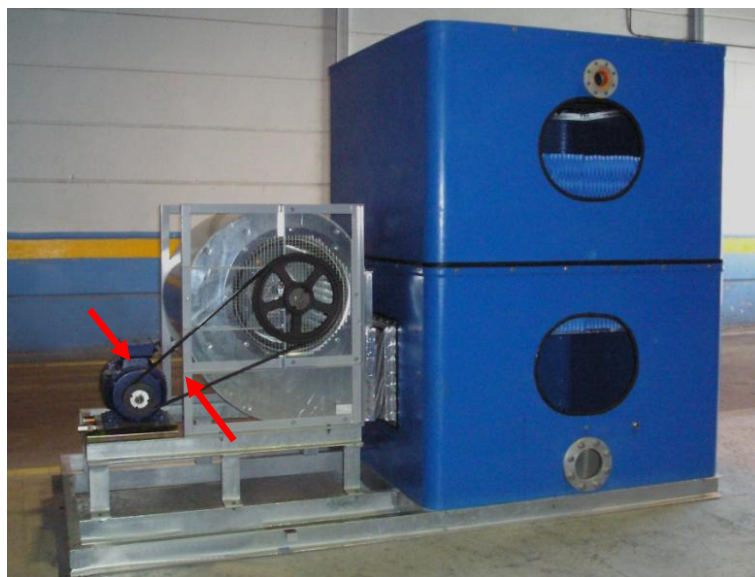

Fig. 18
- b) Vérifier la fixation du moteur : Vérifier que les écrous des vis de fixation du moteur (fig. 18) se trouvent correctement serrés, dans le cas contraire, les serrer.